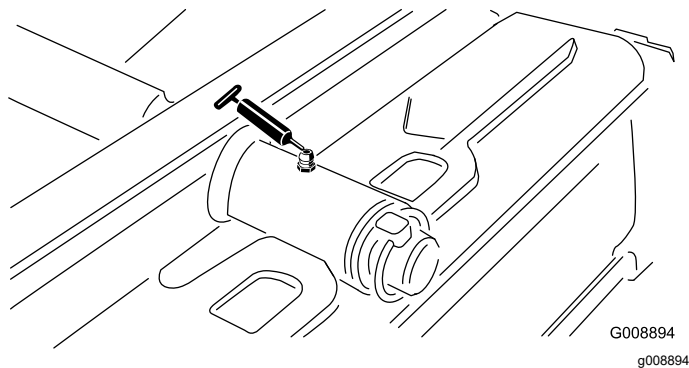

Рисунок 57
- Ось поворота заднего режущего блока (Рисунок 57)